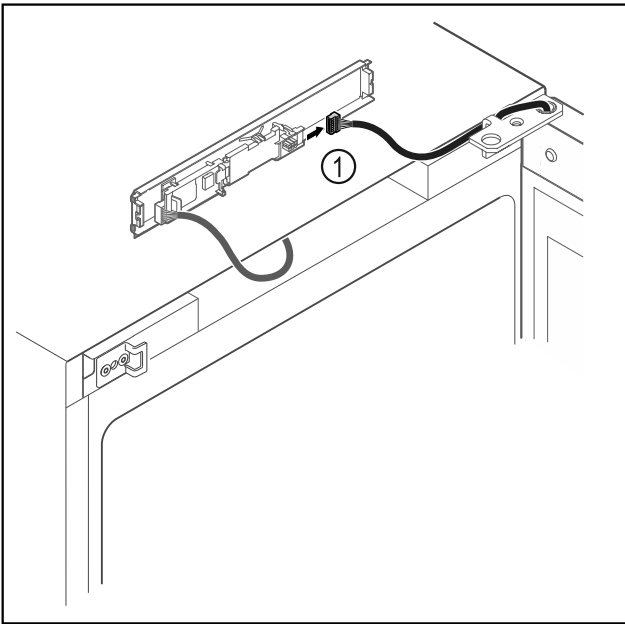

Fig. 19
- ▶ Desenchufar el conector Fig. 19 (1) de la platina.